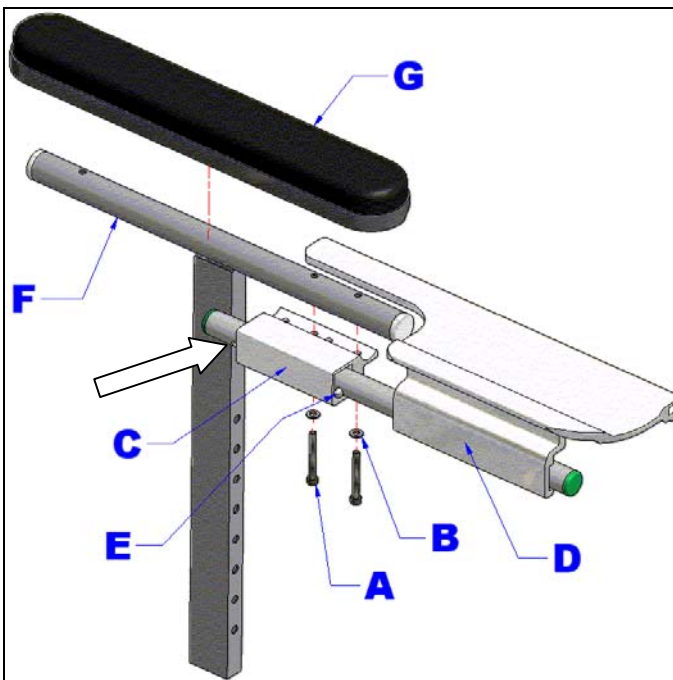
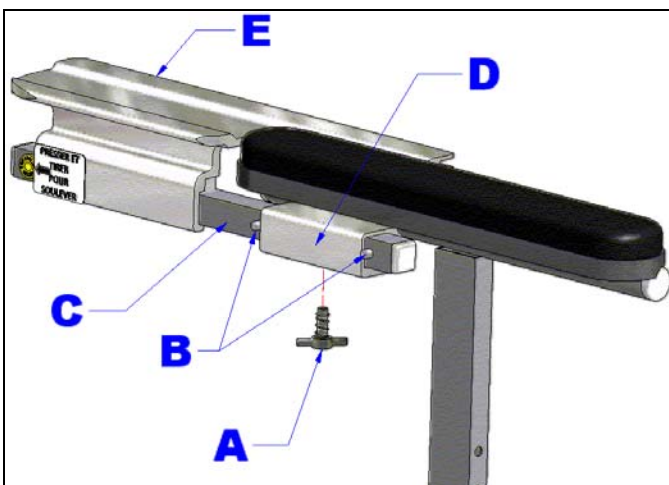

Figure 14 : Installation de la table escamotable côté pivot.
Figure 15 : Installation de la table escamotable côté support.
1. Installer le support de table (C) en utilisant une nouvelle vis (A) et une nouvelle rondelle (B). Utiliser une *clé Allen 5/32"* (voir ; figure 14).
1. Installer le support de table (D) en vous référant au point 1 de l'étape 4.9.1 précédente (voir ; figure 14).
2. Insérer la barre de soutien (C) dans le support de table (D) en pressant la butée à ressort (B) celle au bout du tube.
- NOTE** : une fois insérée complètement, la barre de soutien (C) va être bloquée par les 2 butées à ressort (B) (voir ; figure 15).
3. Visser la manette de serrage (A) pour barrer en place la barre de soutien (C).
4. Le napperon de table gauche (E) devra être fixé à la table (voir ; étape 4,9.3).